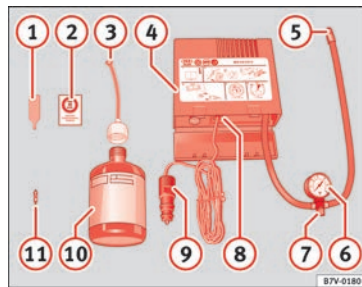

Fig. 96 Rappresentazione standard: contenuto del kit per la riparazione degli pneumatici.
Il kit per la riparazione degli pneumatici si trova nel sottofondo del bagagliaio. Include i seguenti componenti » **fig. 96:**
Riavvitare il tubo di gonfiaggio » **fig. 96** ⑤ e controllare la pressione con il manometro ⑥.